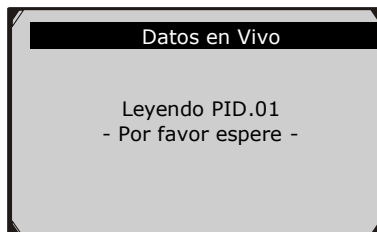

Figura 5.11
- 2) Espere unos pocos segundos mientras la herramienta de escaneo valida el PID MAP (Mapa de Identificación de Parámetros). (Figura 5.11)